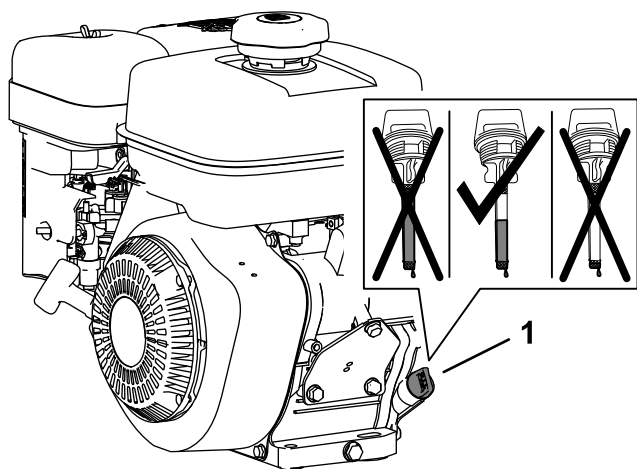

図 15
1. エンジンのオイル補給口からディップスティックを抜きウェスで一度きれいに拭く(図 15)。
2. 補給口から、所定のオイル 0.6 L をゆっくりとエンジンのクランクケースに入れる 図 15。
4. ディップスティックを引き抜いてオイル量を確認する 図 15。
注 ディップスティックについている 2 つの格子模様の間が全部オイルで濡れていればオイル量は適正です 図 15。
6. ディップスティックを取り付けて手締めする 図 15。